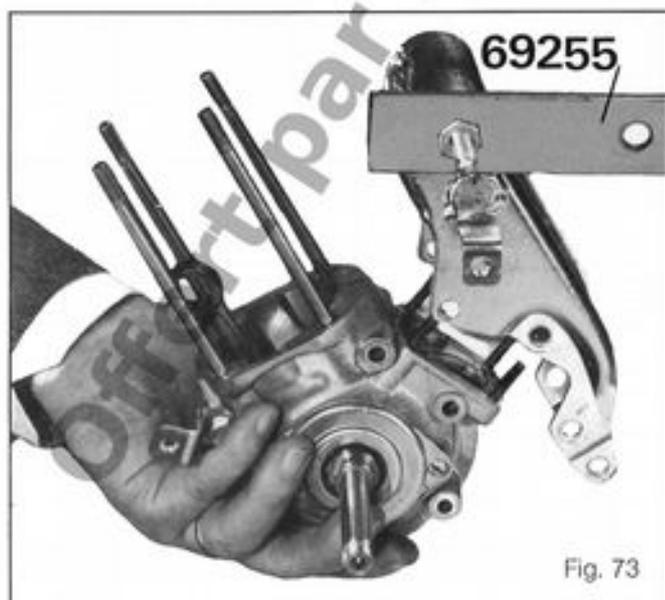

Fig. 73
- Retirer les carters du support moteur, ce dernier restant sur le support 69255 (*figure 73*).